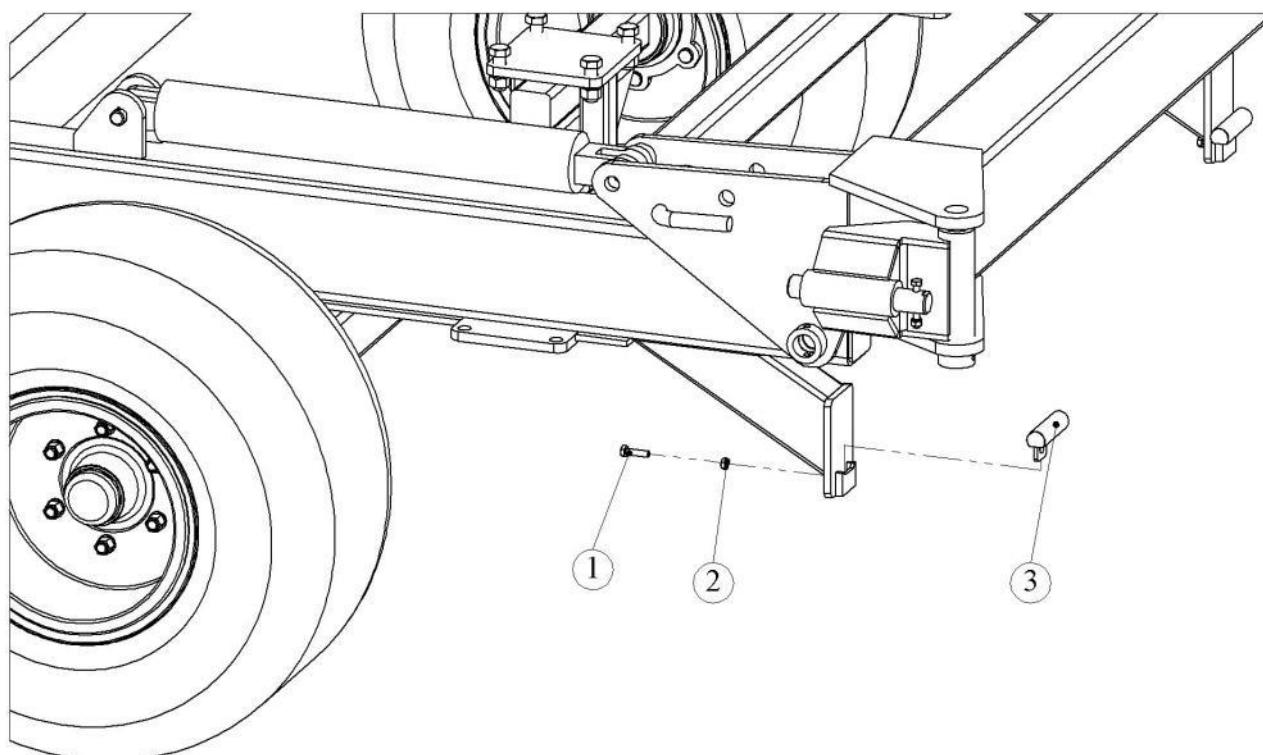

Рис. 5.7.2. Замена регулировочного упора.
3. Ослабить контргайку М10 (2) (см. рис. 5.7.2) и болт М10х40 (1), вытащить упор (3), установить другой упор. Обращаем ваше внимание, что нет необходимости выкручивать болт до конца.